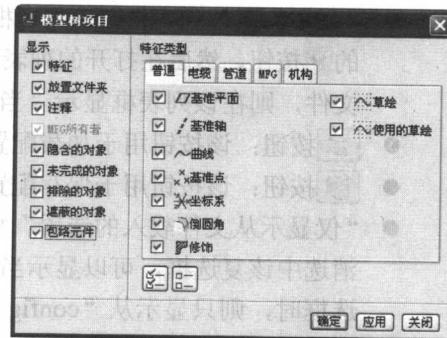

图 1-20 “模型树项目”对话框
(1) 新建模具文件
① 单击“文件”工具栏上的图标按钮，打开“新建”对话框。然后选中“类型”选项组中的“制造”单选按钮，“子类型”选项组中的“模具型腔”单选按钮。
② 接受缺省的文件名“mfg0001”，然后单击对话框底部的确定按钮，进入模具模式。
(2) 设置模型树
① 单击模型树中的设置(G)▼按钮，并在弹出的“设置”菜单中选择“树过滤器”命令，打开“模型树项目”对话框。
② 在该对话框中，选中“显示”选项组中的所有选项的复选框，如图 1-20 所示。然后单击对话框底部的确定按钮，退出对话框。
③ 单击模型树中的设置(G)▼按钮，并在弹出的“设置”菜单中选择“保存设置文件”命令，打开“保存模型树配置”对话框。
④ 通过“查找范围”下拉列表框，改变目录到启动目录中（如“D:\start”），并接受缺省的文件名“tree.cfg”。然后单击对话框底部的保存按钮，退出对话框。